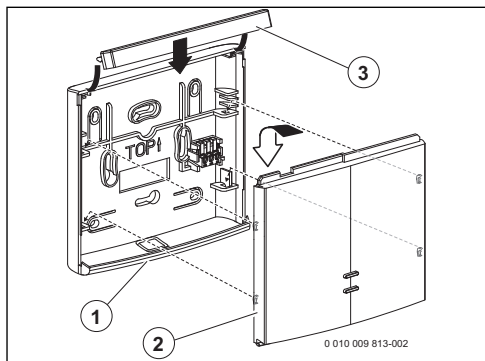

Fig. 4 Colgar el módulo emisor en el soporte de la pared
- Colgar los cuatro ganchos en el lado posterior del módulo emisor (→ fig. 4, pos. [2]) en las cuatro hendiduras del soporte de la pared.
- Colocar la regleta de cierre (→ fig. 4, pos. [3]).